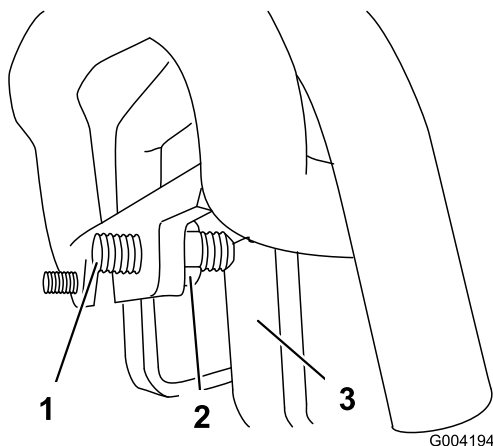

図 58
3. マシンが **左** にずれていく場合には、走行コントロール前部にある走行固定ねじを固定している **右側** のジャムナットをゆるめて固定ねじの調整を行う 図 58。
4. マシンが **右** にずれていく場合には、走行コントロール前部にある走行固定ねじを固定している **左側** のジャムナットをゆるめて固定ねじの調整を行う 図 58。